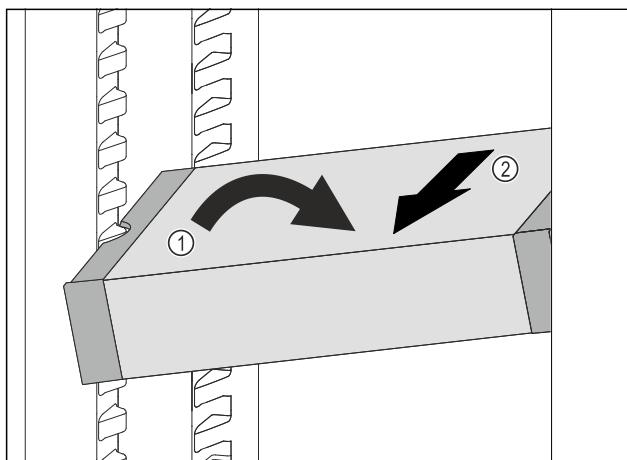

Fig. 108
- ▶ Ukosite ladicu VarioSafe u hladnjaku. Fig. 108 (1)
- ▶ Izvadite ladicu VarioSafe prema naprijed. Fig. 108 (2)